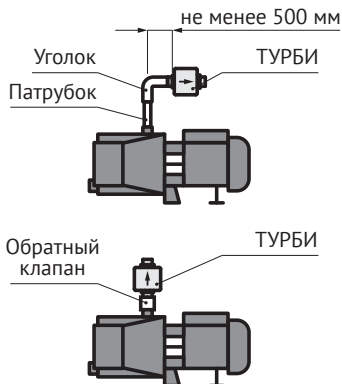

Рис. 3 - Варианты установки ТУРБИ на поверхностный насос
*Не допускается вертикальная установка Блока непосредственно на выходной патрубок поверхностного насоса без обратного клапана (см. рисунок 3).*